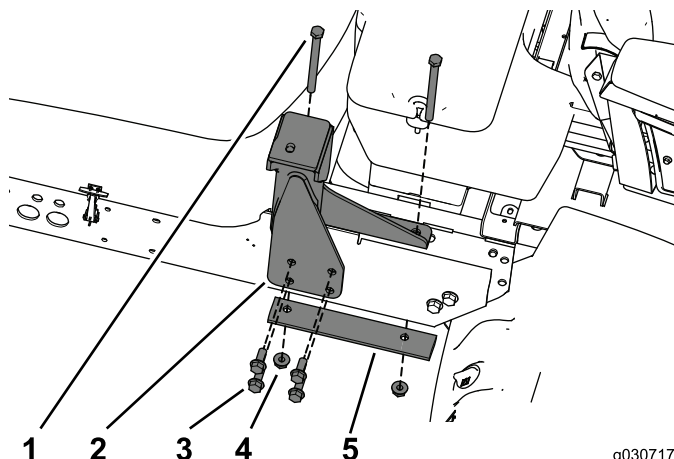

Рисунок 20
1. Присоедините заднее крепление к раме, используя крепежные детали, снятые при демонтаже конструкции защиты оператора при опрокидывании (ROPS) (Рисунок 20).